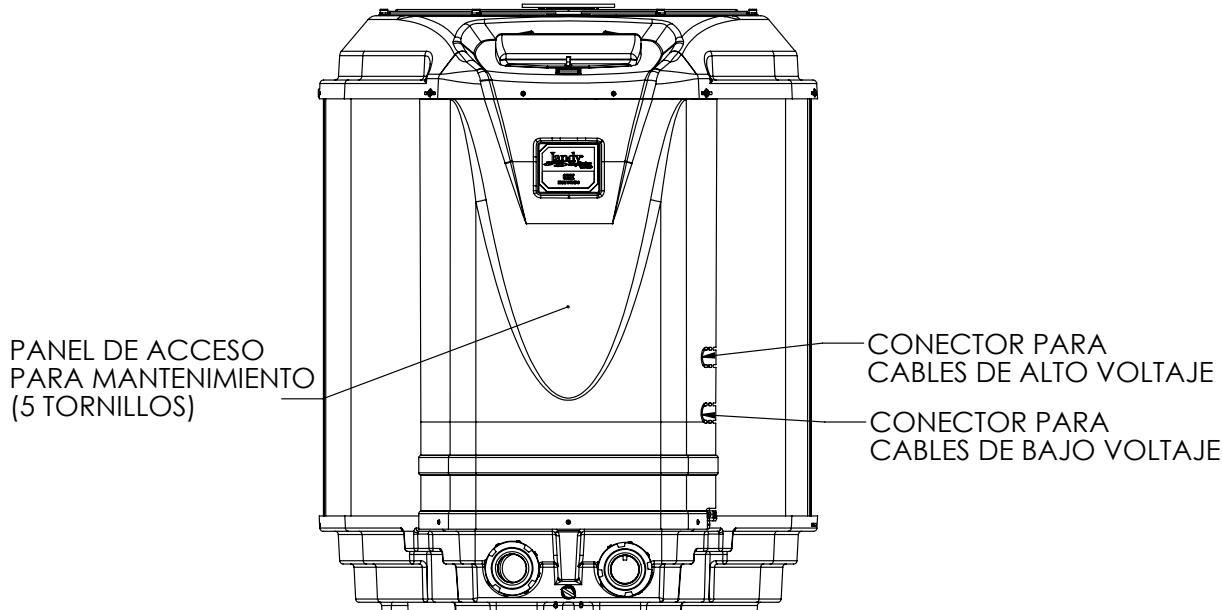

Figura 10. Vista delantera de la bomba de calor Jandy Pro serie JE
2. Retire los cinco (5) tornillos que sujetan el panel de servicio/acceso a la unidad de la bomba de calor (vea la Figura 10).
4. Las líneas de suministro eléctrico deben tenderse a través de conductos impermeables. Coloque los cables y el conducto por el disco removible designado para alto voltaje en el lado derecho de la bomba de calor. Conecte a la parte inferior de la caja terminal de metal laminado. Vea la Figura 10 para conocer la ubicación del disco removible.
- Retire los tornillos que sujetan el panel de servicio/ acceso a la unidad de la bomba de calor y la cubierta de la caja terminal (vea la Figura 10).
- Tienda los cables desde el sistema de control de la piscina/spa en la conexión del conducto etiquetada “Conexión de Bajo Voltaje”, que se ubica en el lado inferior derecho de la bomba de calor (vea la Figura 10).
- Retire los tornillos que sujetan el panel de servicio/acceso a la unidad de la bomba de calor y la cubierta de la caja terminal (vea la Figura 10).
- Tienda los cables desde el sistema de control de la piscina/spa en la conexión del conducto etiquetada "Conexión de Bajo Voltaje", que se ubica en el lado inferior derecho de la bomba de calor (vea la Figura 10).
2. Retire los cinco (5) tornillos que sujetan el panel frontal a la bomba de calor y retire la cubierta de la caja terminal. Véase la Figura 10.
3. Extienda cuatro (4) cables de cobre sólido de 22 AWG en el conducto etiquetado “Conexión de Bajo Voltaje” que se ubica en el lado inferior derecho de la bomba de calor. Véase la Figura 10. Los cables pueden tener hasta 300 pies (91,4 m) de longitud.